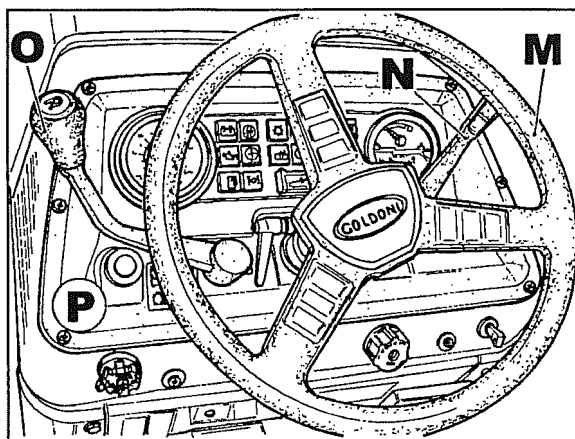

Fig. 8
- 12 Quitar el volante **M** fig. 8, la palanca acelerador de mano **N**, la palanca reductor-inversor **O** luego quitar el salpicadero **P**.